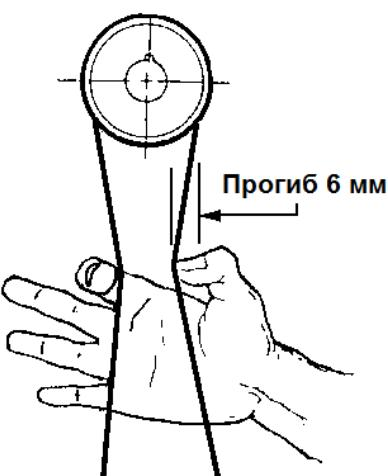

Рис. 11
- Проверьте натяжение ремня, скжав пальцами две его части посередине между шкивами (см. Рис. 11) с умеренной силой. Надлежащее натяжение характеризуется прогибом примерно в 6 мм.